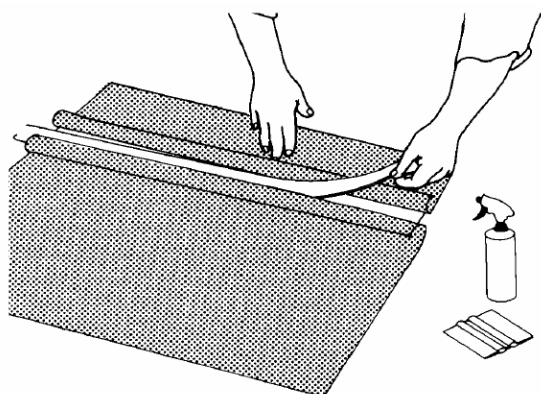

Рис. 12. Удаление направляющей рейки
12. Удалить приклеенную липкой лентой внизу под пленкой направляющую рейку (Рис. 12).